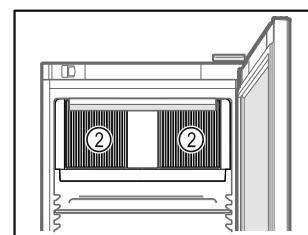

Fig. 41
- A belső térben lévő keringető ventilátor szellőzőnyílásait Fig. 41 (2) tartsa szabadon.